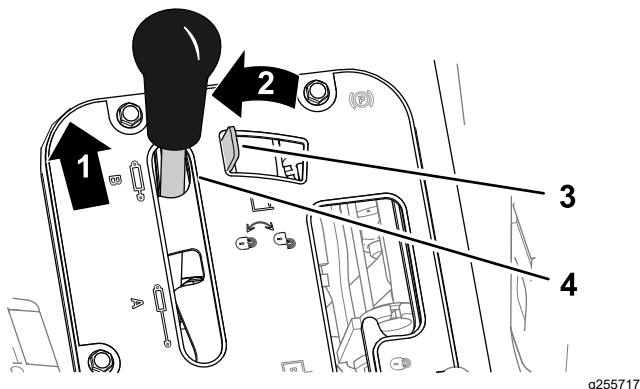
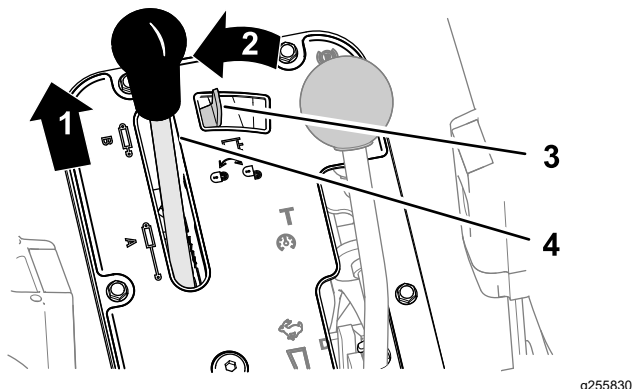

Figura 89
Figura 90
1. Împingeți înainte maneta de ridicare hidraulică (Figura 89 sau Figura 90).
2. Deplasați la stânga elementul de blocare a ridicării hidraulice pentru a cupla blocarea (Figura 89 sau Figura 90).